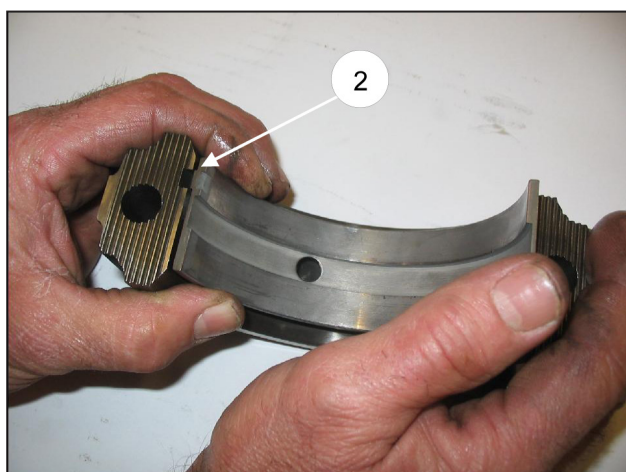

Рис. 6/a
Если штоки поршня были демонтированы, проверьте перед сборкой правильность расположения уплотнительных колец (поз. ①, Рис. 6/b) и замените их при необходимости. Затяните штоки поршня посредством соответствующих двух винтов М6 с моментом затяжки, указанным в таблице стр. 89.